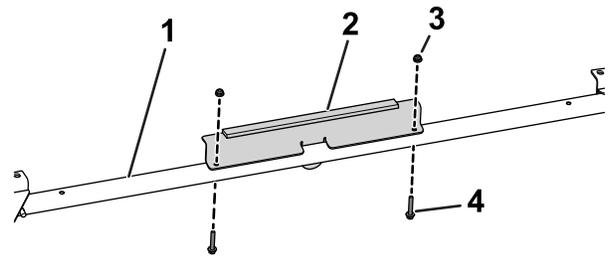

Figure 31
- 10. Utilisez les 2 boulons à embase hexagonale (1/4" x 1 1/2") et les 2 écrous (1/4") pour fixer le support avant à la traverse avant (Figure 31).